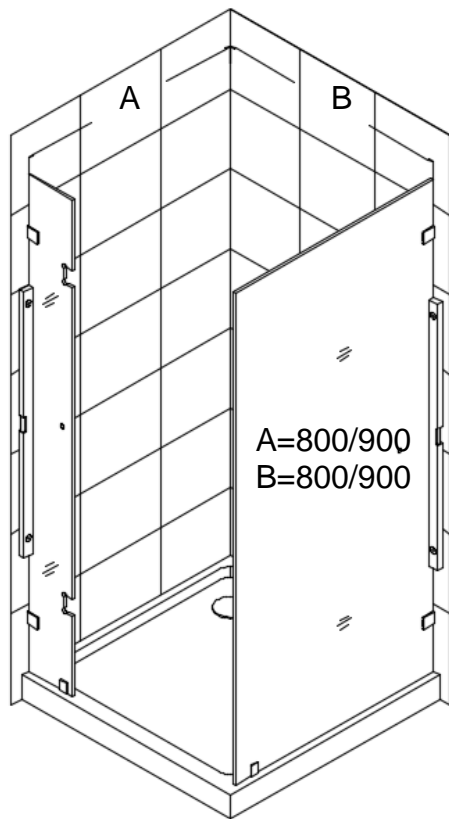

Рис. 5
2. Убедитесь, что стекла абсолютно ровно стоят относительно стен. См. Рис. 5 для подробностей.